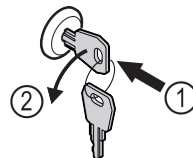

Fig. 181
- ▶ Sätt in nyckeln. Fig. 181 (1)
- ▶ Vrid nyckeln 90° moturs. Fig. 181 (2)